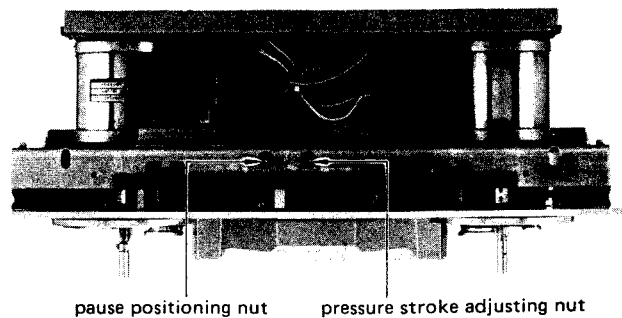

Fig. 2-4 Pause position and pinch roller pressure stroke adjustments
2. Adjust by turning the pressure stroke adj. nut (Fig. 2-4) so that the clearance between the pin and the stopper cushion is about 1.0mm.
2. 図2-4に示す圧着ストローク調整ナットにより、図2-6に示すようにピンとストッパー・クッションのすき間を約1mmに調整する(ピンとストッパー・クッションが離れていて、すき間が確認出来れば良い)。